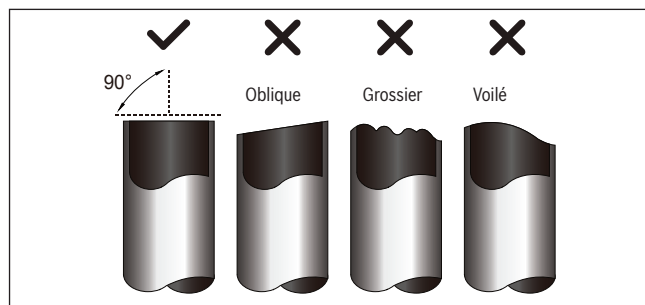

Fig. 28.
3. S'assurer que le tube est coupé exactement à un angle de 90°. Pour des exemples de coupe incorrecte, se reporter à la **fig. 28**